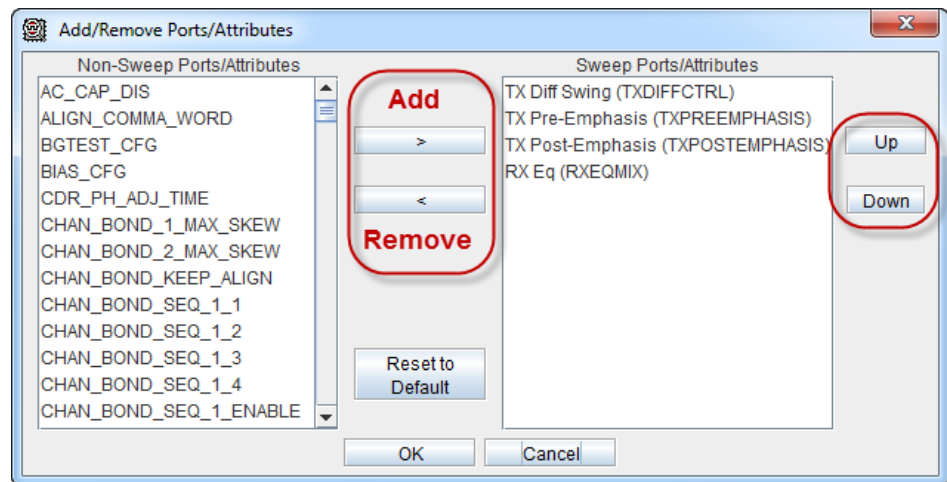

図 9 : スイープ設定オプション
4. [Add/Remove Ports/Attributes] ダイアログ ボックスで次のパラメーターを選択し、次の順番どおりに並べます (図 9)。